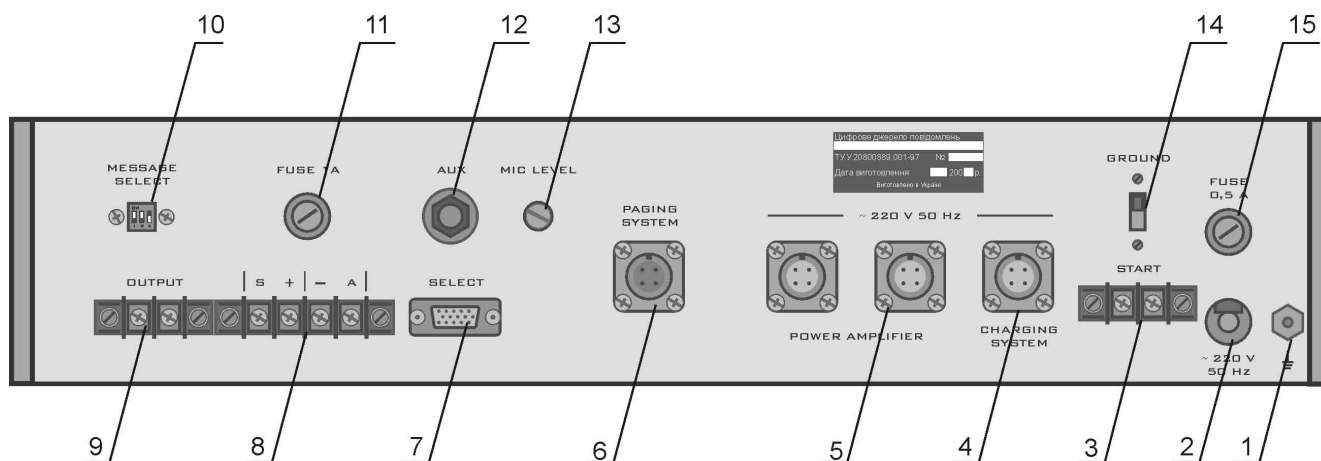

Рисунок 8
9.2.2. Розміщення клем та гнізд для підключення на задній панелі ЦДП та їх призначення вказано на рис. 8.